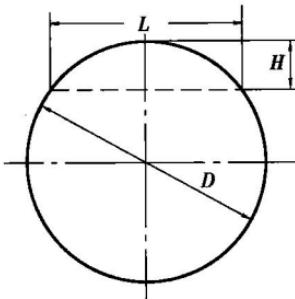

图 2.1 间接测量
(2) 间接测量。先测出与被测之量有一定函数关系的相关量, 然后按相应的函数关系式, 求得被测之量的测量结果。例如, 用“弦高法”测量大尺寸圆柱体的直径时, 是测量其弦长 $S$ 与弦高 $H$ , 通过公式 $D = h + S^2/4H$ , 计算获得其直径 $D$ 的实际值, 而不是直接测量其直径 $D$ 。如图 2.1 所示。